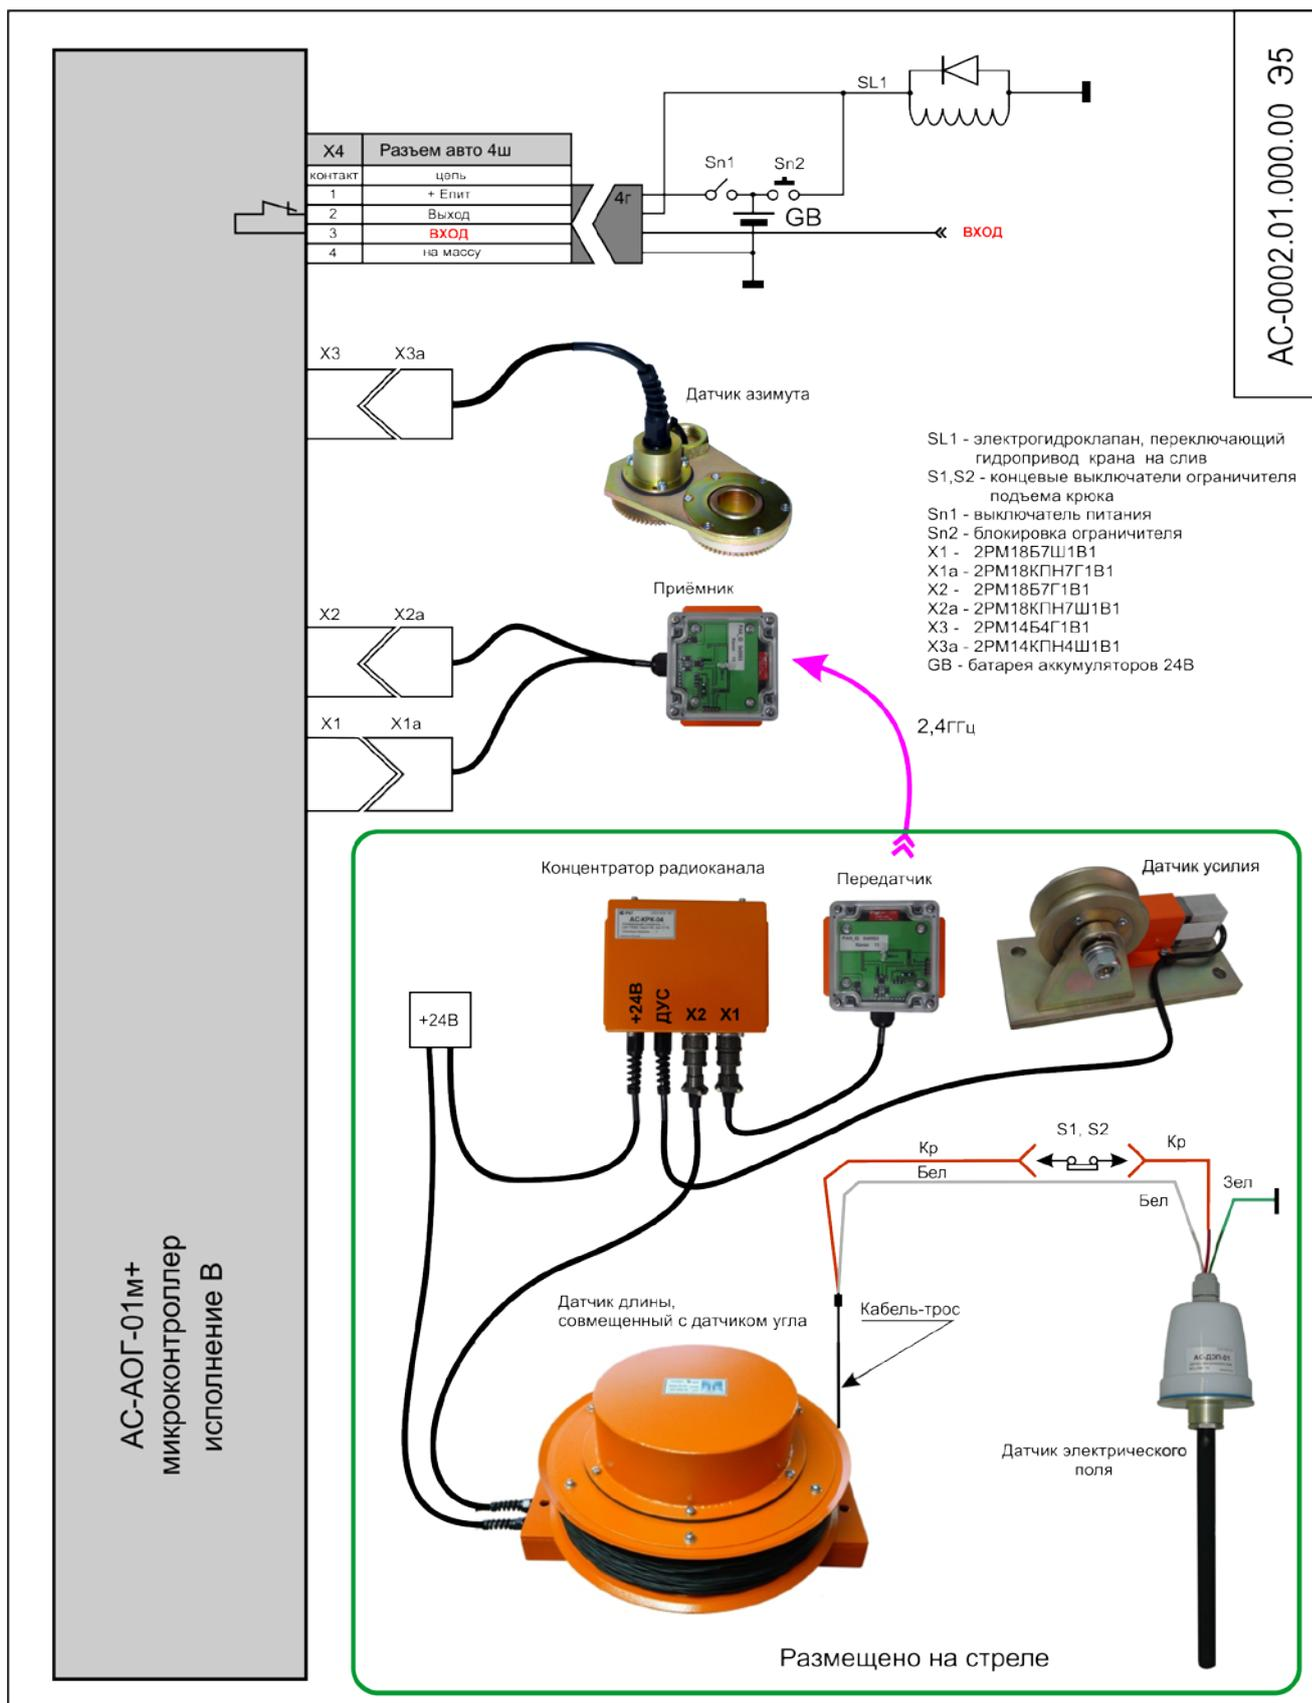

Рис.3
6.1. Описание работы проводится по схеме подключения рис.3.
Подсоединение АОГ к электрооборудованию крана должно быть произведено в соответствии со схемой подключения рис.3, а именно к разъему X4 расположенному на тыльной стороне блока АОГ (рис.2), на задней стенке.
В обычной практике применения крана достаточно использовать подключение по схеме Рис.3.
7.4. Подключение составных частей, а также подключение системы АОГ к системе электрооборудования крана производите в соответствии со схемой подключения АС-0002.00.000.00м Э5, рис.3.